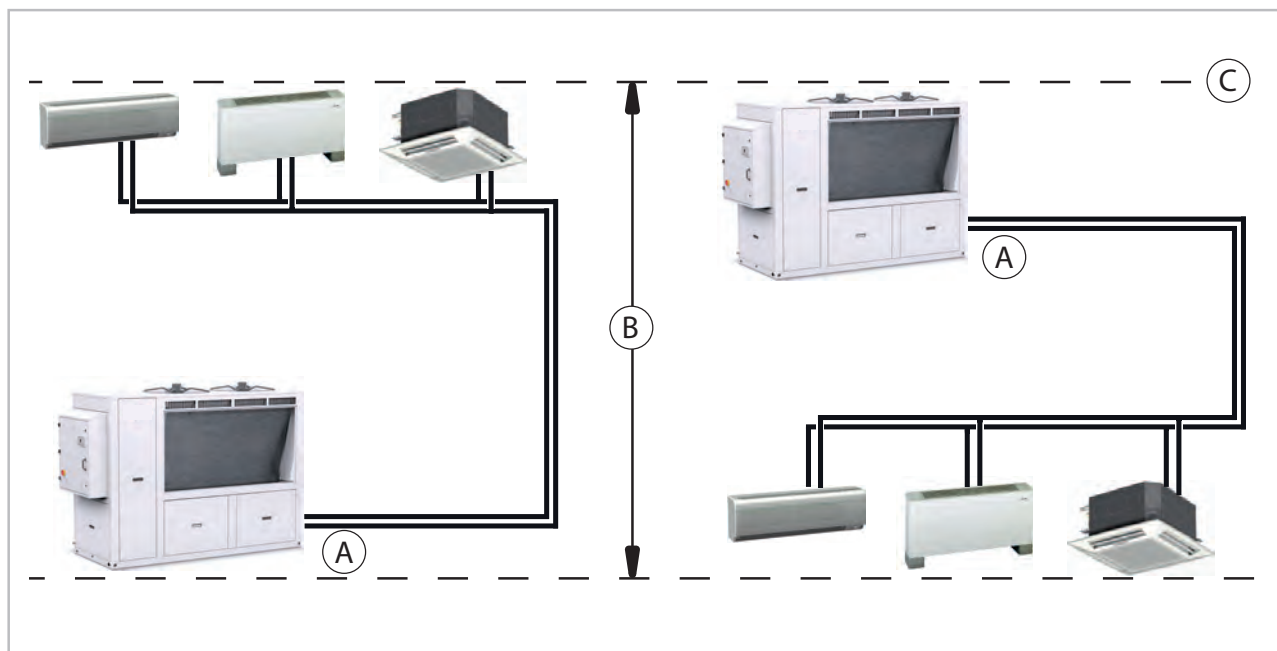

Fig. 18: Pré-pression de l'appareil
- Si l'appareil est positionné **au point le plus haut** de l'installation, la pré-pression de l'appareil (= pression d'arrêt) doit être réglée à **au moins 70 kPa (0,7 bar)**. Attention, la pression de l'installation est **augmentée** par la hauteur géodésique de l'installation au point le plus bas ! (voir Voir la Fig. 18)